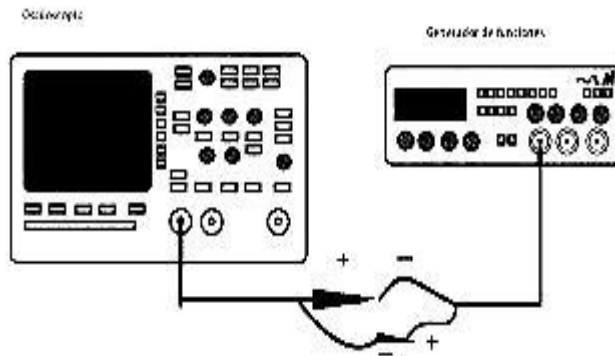

Fig.39.- Conexión del generador con un osciloscopio.
- Conectar el generador a un osciloscopio como se muestra en la fig. 39 para visualizar la señal y en caso necesario ajustar los parámetros.